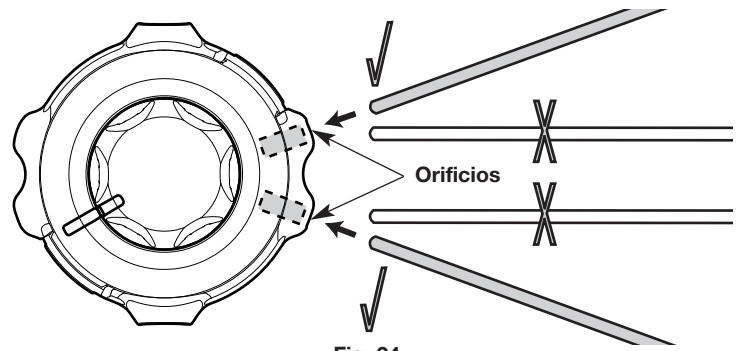
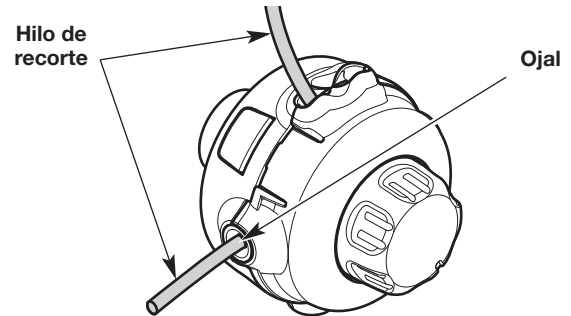

Fig. 24
Fig. 25
4. Inserte un extremo del nuevo hilo de recorte dentro de un orificio del cabezal de corte (Fig. 24). Inserte el hilo en el ángulo que se muestra (Fig. 24). Empuje el hilo hasta que sobresalga de un ojal (Fig. 25). Repita este proceso con el otro extremo del hilo de recorte y el otro orificio.